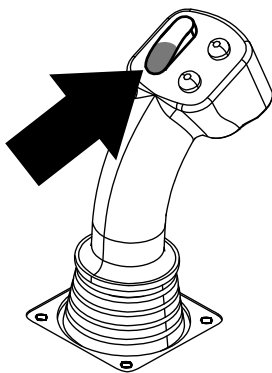
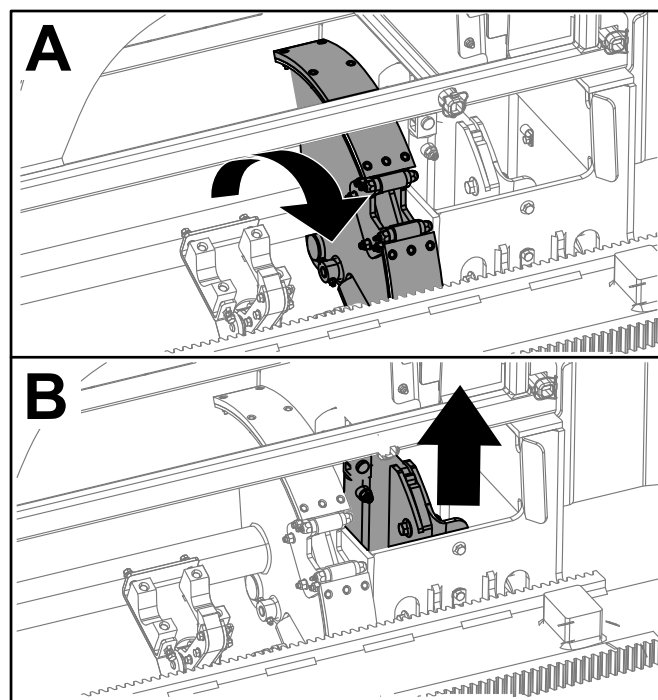

Figura 30
Figura 31
5. Pressione a parte inferior do seletor basculante (Figura 30) até que o conjunto do came seja totalmente rotacionado em direção ao suporte e os elevadores elevem a haste restante na caixa de hasteamento (Figura 31).